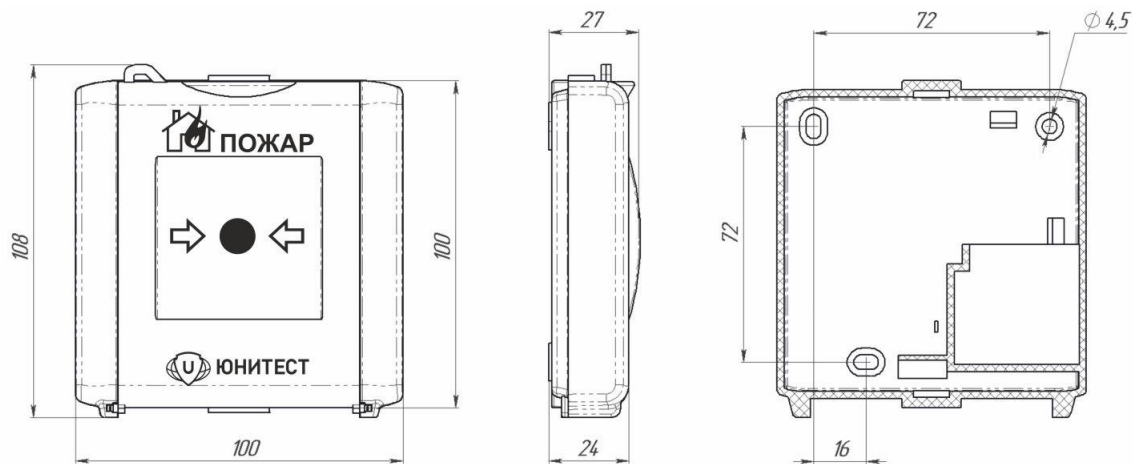

Рис.1. Габаритные и установочные размеры УДП.
2.1.1. Габаритные и установочные размеры представлены на рис.1, схемы подключения – на рис.2 - 4.